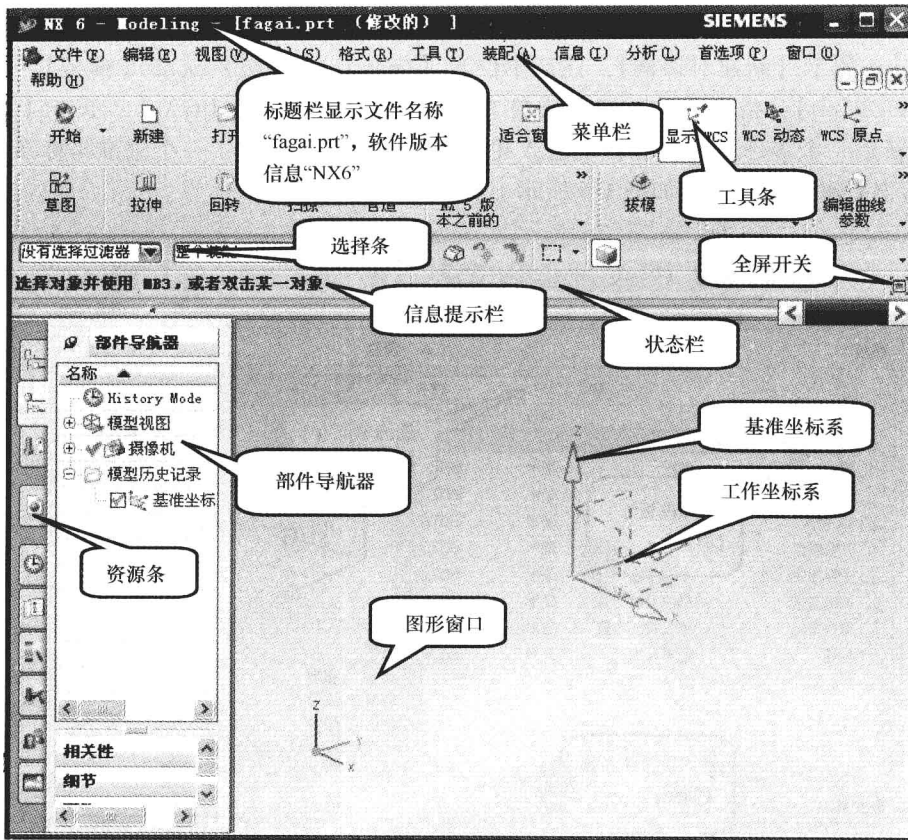

图 1-5 UG 建模用户界面
(2) 在 UG NX 软件中选择【新建】图标或从文件下拉菜单中选择【新建】选项，弹出如图 1-4 所示【新建对话框】。注意单位为【毫米】，【模板】选择【模型】，输入新文件名称【fagai.prt】，指定文件放置的文件夹所在的位置【D:\UG\】，单击【确定】按钮。完成新建一个零件文件，并自动进入建模模块。该文件包含了一个基准坐标系和工作坐标系，UG NX 建模用户界面如图 1-5 所示。